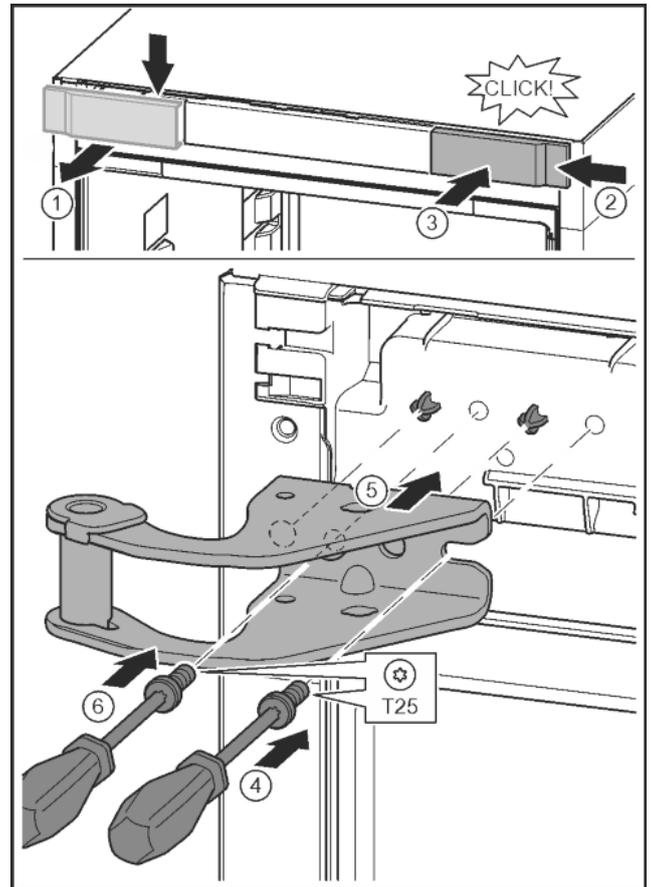

Fig. 14
- ▶ Staccare la copertura e rimuovere lateralmente. *Fig. 14 (1)*
- ▶ Agganciare la copertura ruotata di 180° sull'altro lato da destra. *Fig. 14 (2)*
- ▶ Inserire a scatto la copertura. *Fig. 14 (3)*
- ▶ Applicare la vite con il cacciavite T25. *Fig. 14 (4)*
- ▶ Applicare il blocco di supporto superiore. *Fig. 14 (5)*
- ▶ Serrare la vite. *Fig. 14 (4)*
- ▶ Applicare la vite con il cacciavite T25 e serrare. *Fig. 14 (6)*